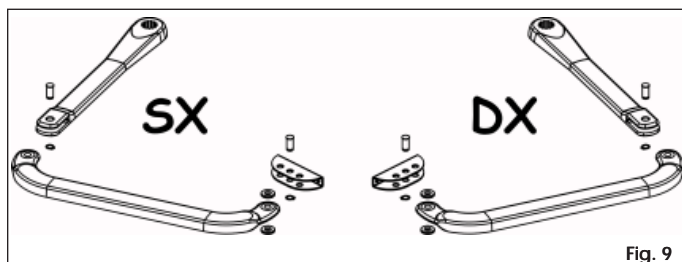

Fig. 9
- Assemblare il braccio snodato e l'attacco anteriore come in Fig. 9.